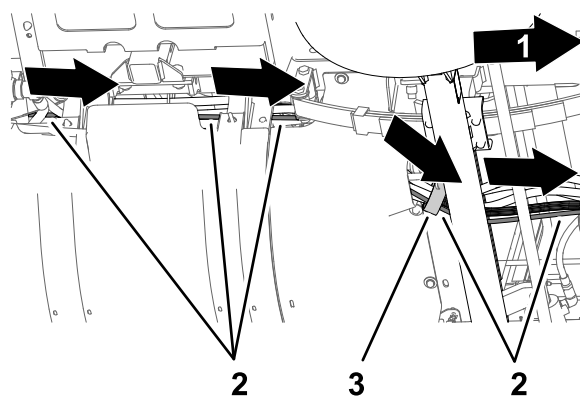

Figura 7
2. Sollevate il sedile e continuate a disporre il tubo in avanti, lungo il cablaggio preassemblato della macchina, attraverso il morsetto di supporto e sotto il pianale (Figura 7).